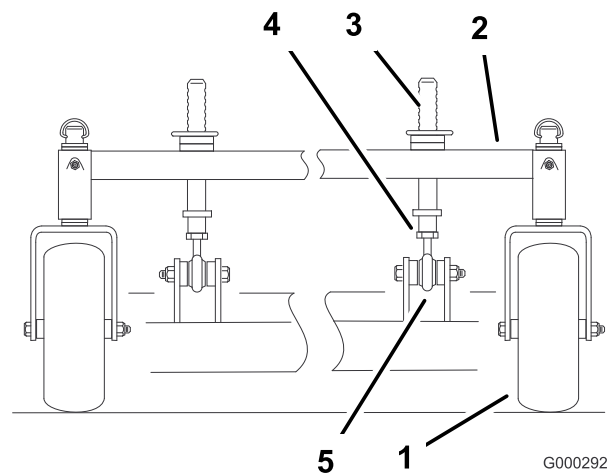

Figure 57
1. Vous pouvez régler les montants de hauteur de coupe avant pour modifier l'inclinaison avant/arrière (Figure 57).
2. Pour élever l'avant du plateau de coupe, desserrez le contre-écrou et tournez la goupille avant dans le sens horaire (Figure 57).
3. Pour abaisser l'avant du plateau de coupe, desserrez le contre-écrou et tournez la goupille avant dans le sens anti-horaire (Figure 57).
6. Resserrez les écrous de blocage (Figure 57).